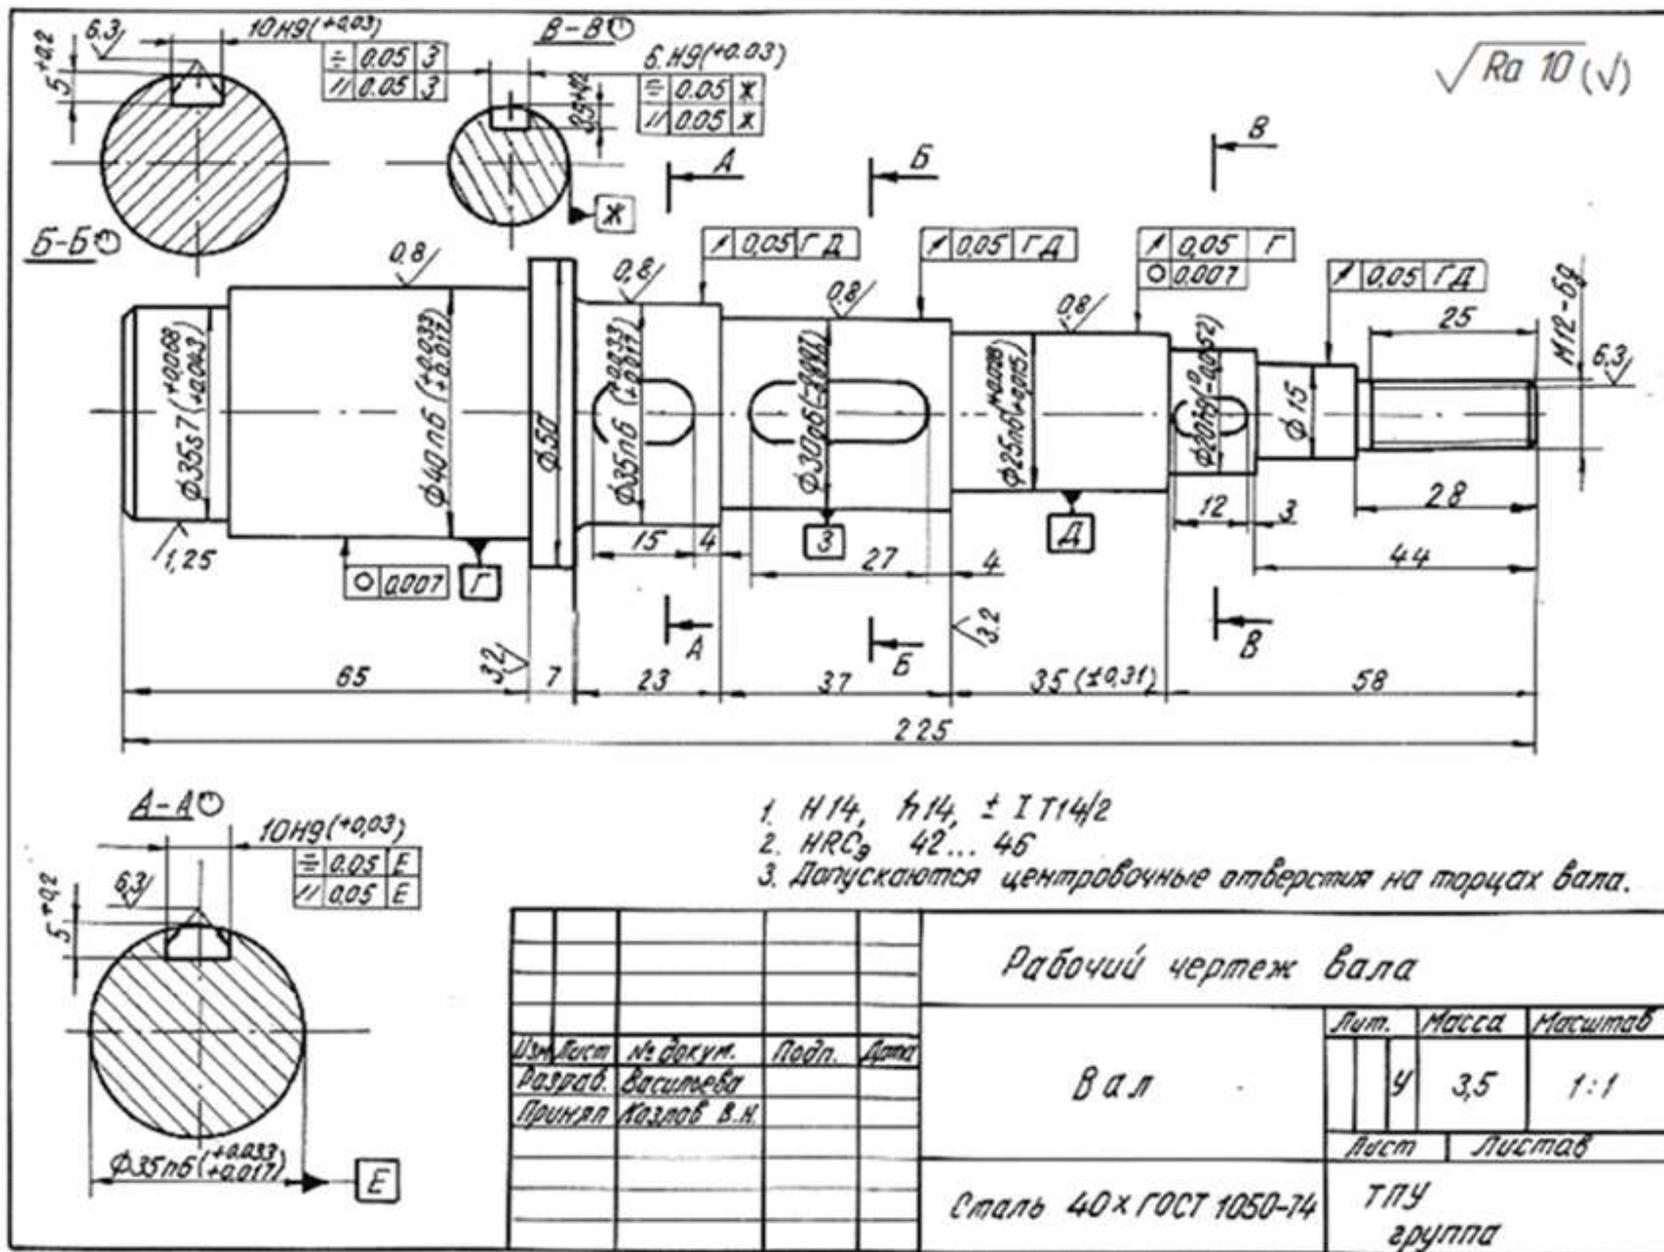

Рис. 4.63. Пример чертежа (эскиза) детали «Вал» из сборочного чертежа рис. 4.62.
- 4) На эскизе вала указать требования по шероховатости, допустимые погрешности формы и расположения поверхностей, требования по твёрдости и пр. (см. пример на рис. 4.63);